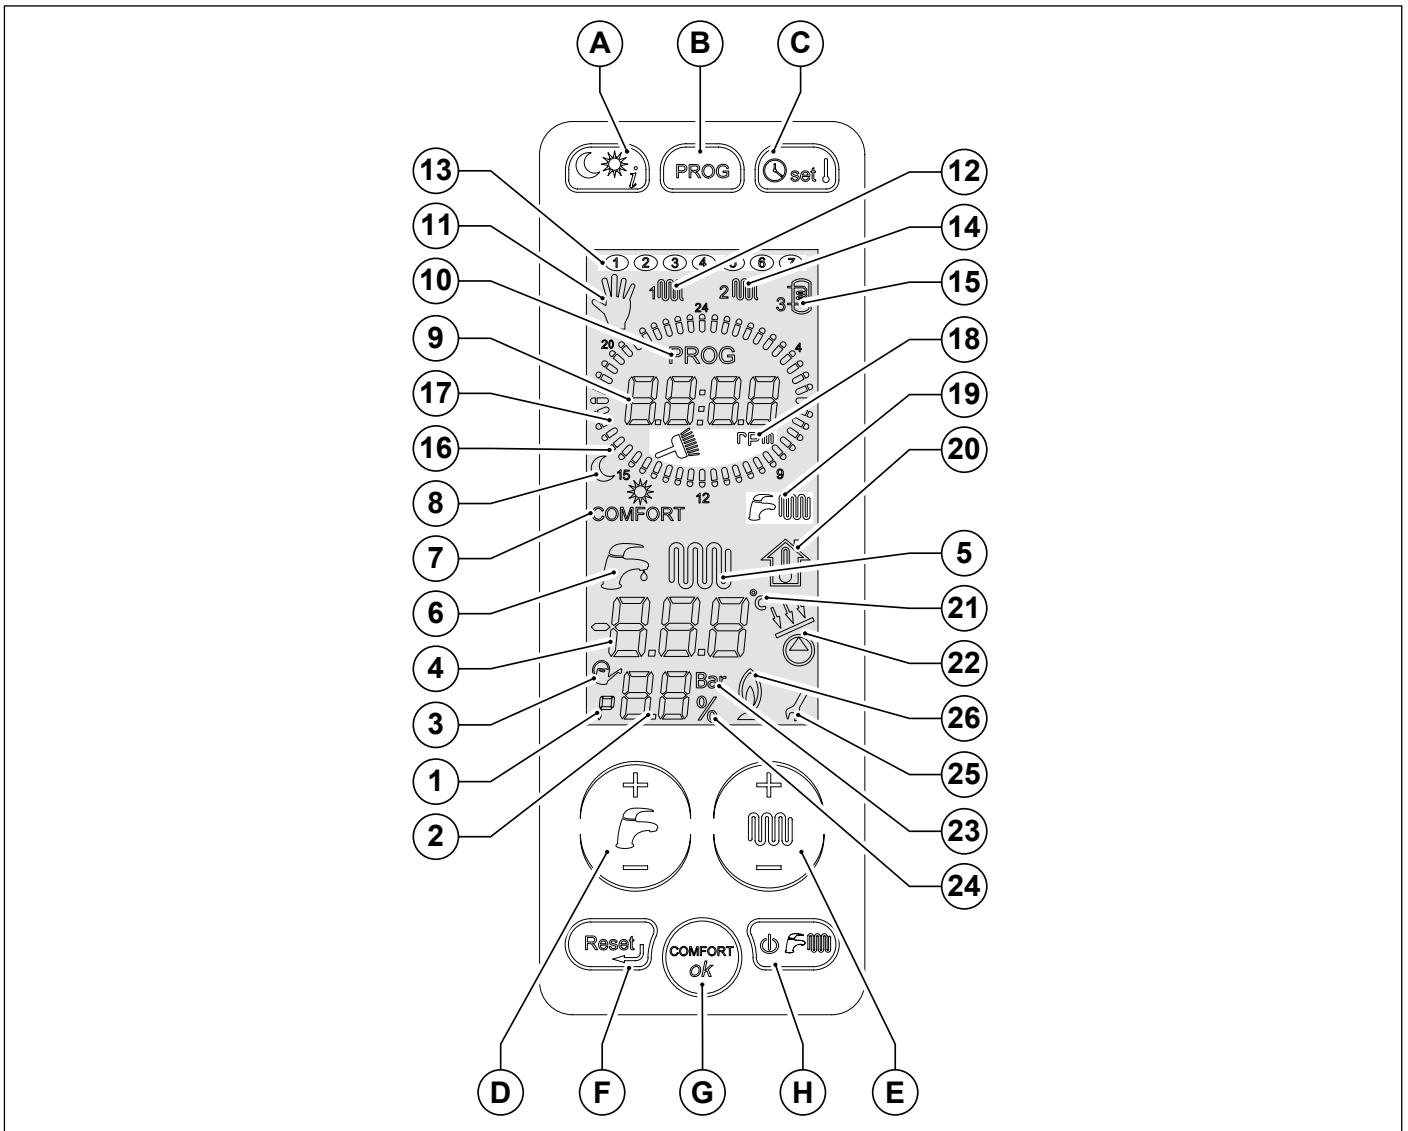

Abb. 1 Bedienoberfläche
2. Gerät einschalten, das Display der Regelung (Abb.1) leuchtet auf.